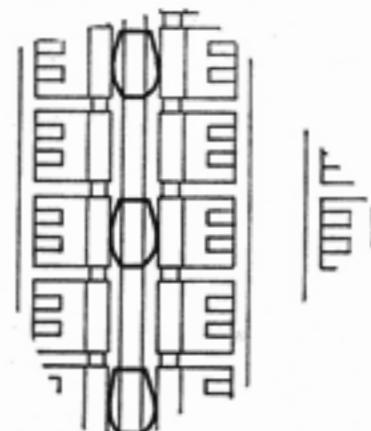

Abb. 5
Biegen müssen wir sie so beweglich machen, daß sie federnd gegen die Kontaktklemmen drücken. Unsere Abbildung 5 zeigt noch einmal das funktionssichere Anliegen der Schaltkontakte. Mit dem Auflegen der Abdeckplatte (11) auf die Unterseite der Programmiertafel schließen wir diesen wichtigen Abschnitt des Aufbaues ab. Die Abdeckplatte sichert die Kontaktklemmen und die Schalschieber gegen das Herausfallen. Achten Sie darauf, daß alle zehn Zylinderblechschrauben gleichmäßig festgezogen werden.